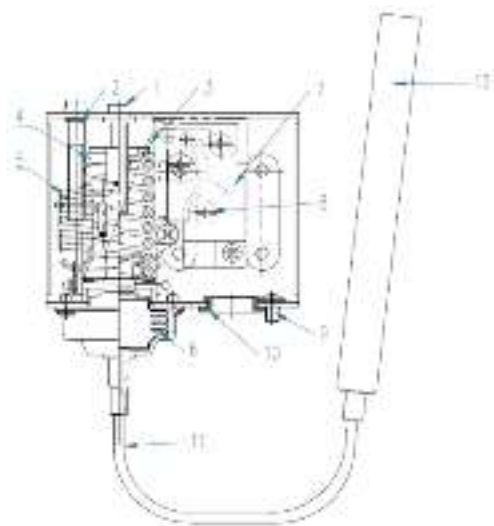

Рис. 3.1. Устройство реле температуры
- поверните с помощью крестовой отвертки винт настроечного шпинделя 1 (рис.3.1)